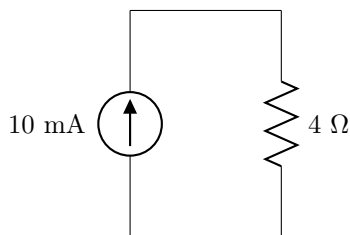

Figura 1.1: Circuito del problema 12.
12. En el circuito de la figura 1.1, ¿cuál es la tensión de la fuente de corriente? Representala en el circuito. ¿Qué potencia suministra? ¿Y qué potencia absorbe o disipa la resistencia?